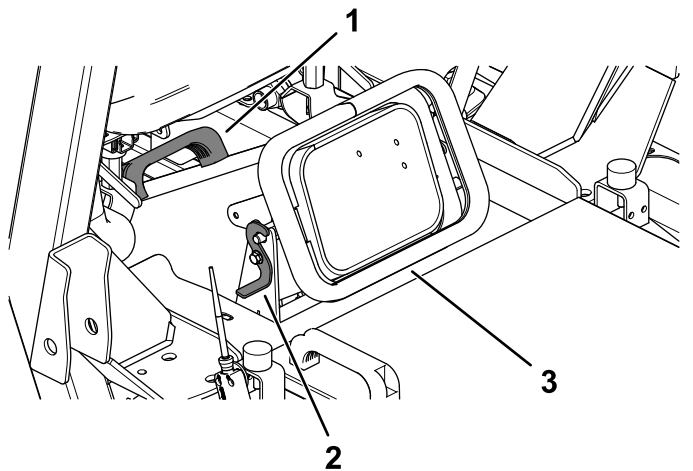

Figura 27
6. Deblocai jgheabul pentru evacuarea ierbii (Figura 27).
7. Cu ajutorul mânerului de pe jgheab, scoatei jgheabul, curăți-l, i curăți deschiderea punii mainii de tuns iarba (Figura 27).
8. Montai jgheabul i fixai-l cu elementele de fixare (Figura 27).